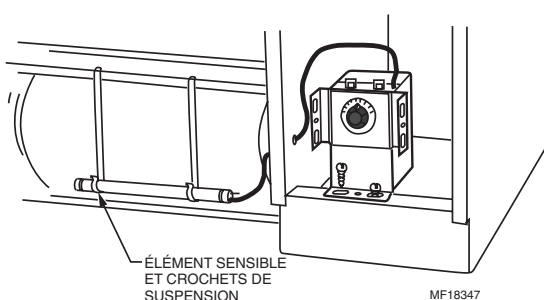

Fig. 6. Autre disposition possible du thermostat dans la partie inférieure avant du compartiment d'extrémité.
5. Fixer les deux crochets de suspension du bulbe au plateau de vidange ou au châssis de l'unité (voir la Fig. 6). Frapper légèrement sur la partie supérieure pour effectuer une installation solide.
7. Poser le bulbe sensible dans l'unité au moyen des crochets. Voir la Fig. 6.